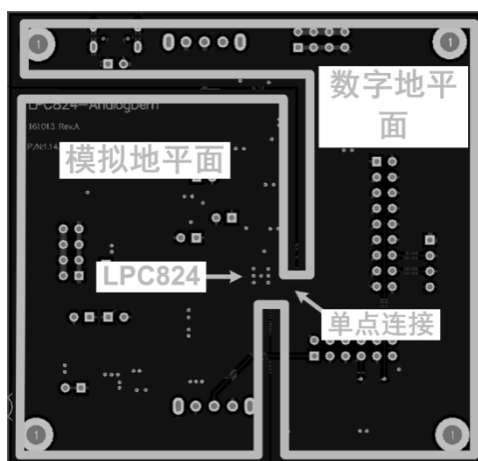

图 2.27 分割地平面在单点连接
- 分割地平面，然后使模拟地平面与数字地平面在单点连接，避免通过公共的地回路引入干扰，详见图 2.27。